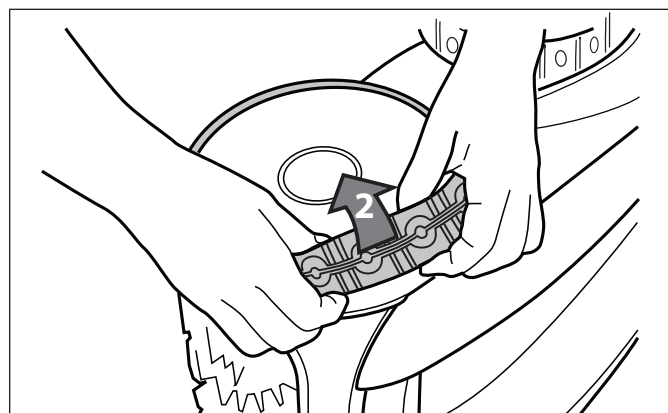

Figure 37. Retirer le pneu utilisé
2. Enlever le vieux pneu comme illustré à la Figure 37.